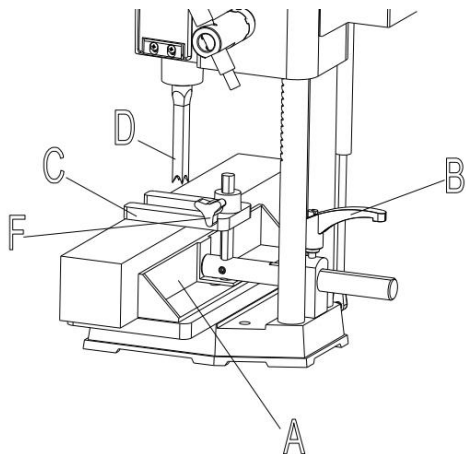

Fig. 10
La clôture (A) Fig10, peut être déplacée vers l'intérieur ou vers l'extérieur en desserrant le levier (B), en faisant glisser la clôture jusqu'à la position souhaitée. et le levier de serrage (B). REMARQUE : Le levier (B) est à ressort et peut être repositionné en tirant sur le levier et en le repositionnant sur l'écrou dentelé situé sous le levier .